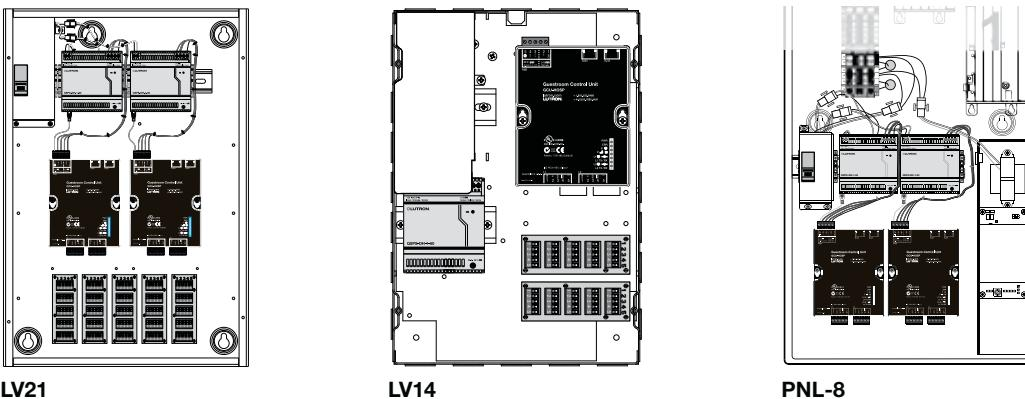

Figura 2: Cableado de la alimentación eléctrica
2. Conecte la alimentación eléctrica: La unidad de control de cuartos de huéspedes se energiza desde la fuente de alimentación QSPS-DH-1-60. Conecte el arnés desde esta alimentación al bloque de terminales PWR de la unidad de control de cuartos de huéspedes (consulte la **Figura 2**). Este arnés tiene cuatro cables, uno NEGRO y tres ROJOS. El cable NEGRO se conecta a la clavija 1 (COM) y uno de los cables ROJOS se conecta a la clavija 2 (P) para alimentar la unidad de control de cuartos de huéspedes. Los otros dos cables pueden ser conectados a las clavijas 3 y 4 (L1 y L2), según sea que los enlaces configurables L1 y L2 requieran alimentación eléctrica. Aisle todo cable no utilizado.
3. Conecte el cable de tierra de la unidad de control de cuartos de huéspedes: Conecte el extremo previamente pelado del cable de tierra (incluido) al terminal 5 (⏚) del bloque de terminales PWR. Conecte el extremo en terminal de horquilla del cable al panel con el tornillo dentado incluido tal como se muestra en la sección LV21 de la **Figura 2**.